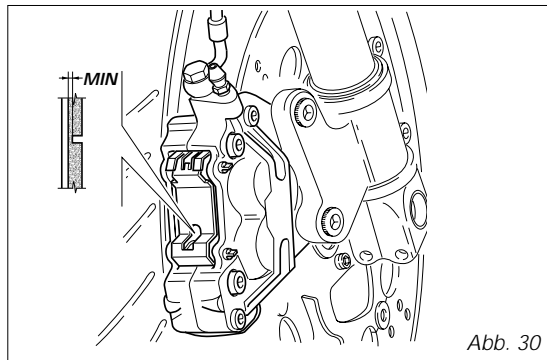

Abb. 30
*Verschleißkontrolle an den Bremsbelägen (Abb. 30)*